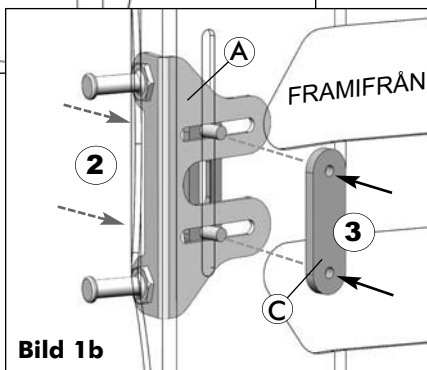

Bild 1b
- Från bakstyckets baksida för du in de två utstickande skruvarna från monteringsfästet genom det vertikala spåret i MX2-bakstycket (2) (se bild 1b).
- Säkra monteringsfästet i MX2-bakstycket genom att gänga i skruvarna i mutterplattan (D) framtill (invändigt) på bakstycket (3); (se bild 1b).
- 2 Montera det återstående snabbkopplingsfästet (A) på bakstyckets motsatta sida (enligt Steg 1 ovan).